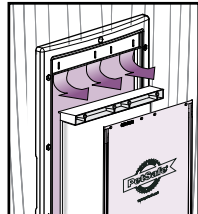
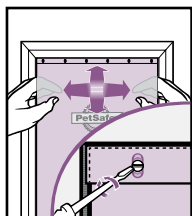

FIG. 15
FIG. 16
3. Si sustituye el batiente de aislamiento, retire la abrazadera del batiente junto con el batiente de aislamiento unido (**Fig. 15**). Retire los tornillos, el batiente de aislamiento y la placa de soporte de la abrazadera del batiente. Inserte el nuevo batiente de aislamiento en la abrazadera del batiente y la placa de soporte. Coloque y apriete de nuevo los tornillos (**Fig. 16**).